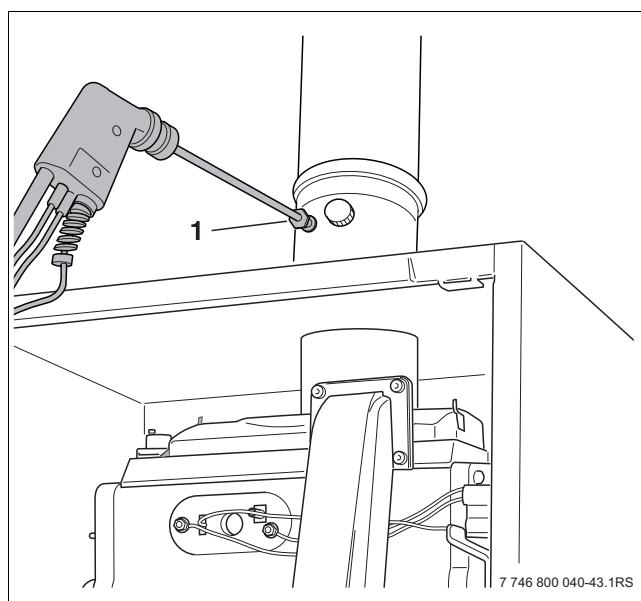

Fig. 58 Koolmonoxidegehalte meten
- Verwijder het afdekdopje aan het meetpunt voor rookgasanalyse (fig. 58, pos. 1).
- Verwijder het rookgasanalyseapparaat en monteer het afdekdopje aan het meetpunt voor rookgasanalyse (fig. 58, **pos. 1**).